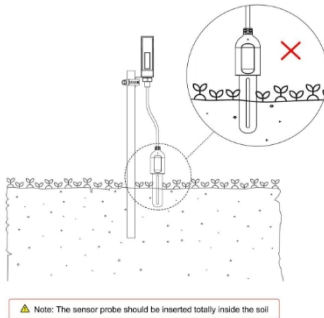

Abbildung 29: Die Sensorsonde sollte vollständig in den Boden eingeführt werden
- ✗ Die Sensorsonde ist nicht vollständig in den Boden eingesteckt, wie in Abbildung 29 dargestellt.